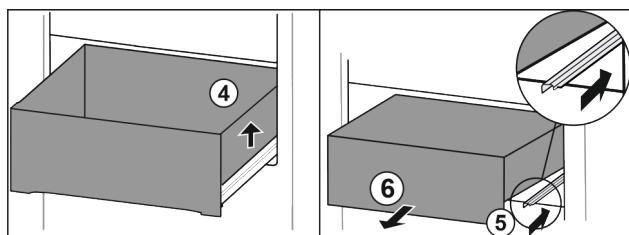

Fig. 78
- Nadzvedněte zásuvku vpravo. Fig. 78 (4)
- Zasuňte pravou kolejničku. Fig. 78 (5)
- Vyjměte zásuvku dopředu. Fig. 78 (6)